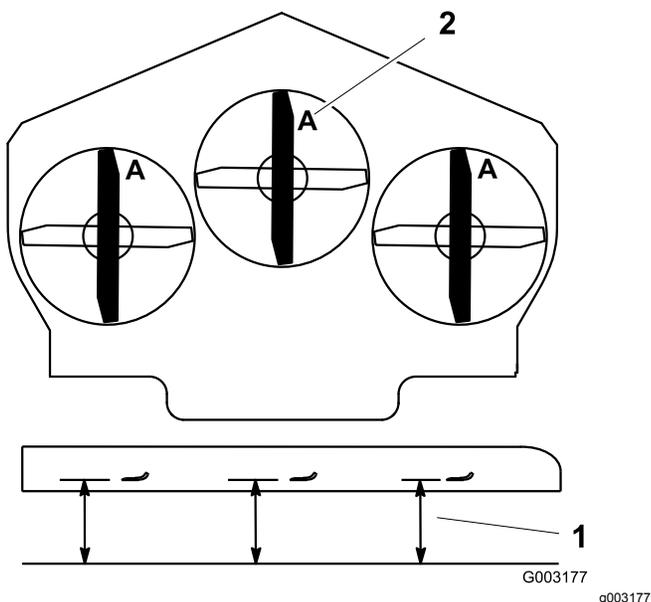

Figura 109
4. Misurate da un piano orizzontale fino al tagliente delle lame, posizione **A**, (Figura 109).